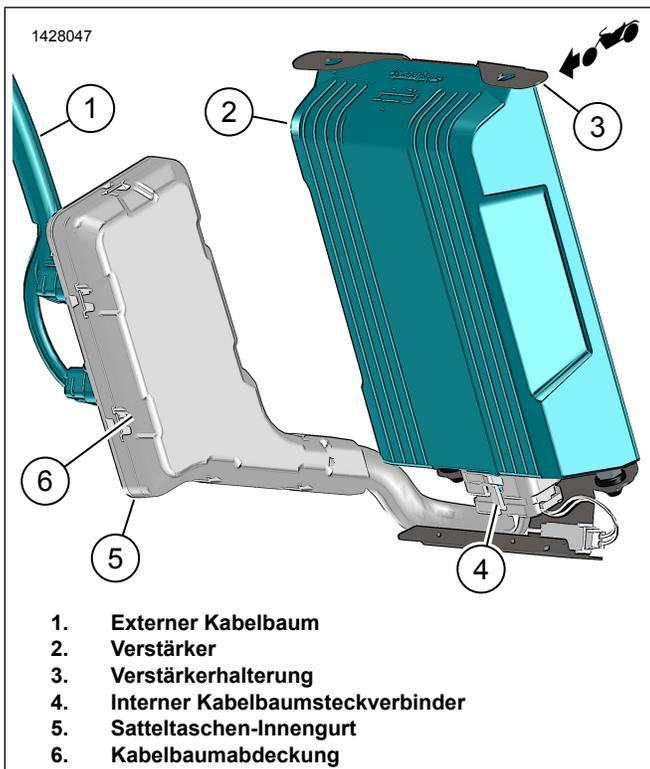
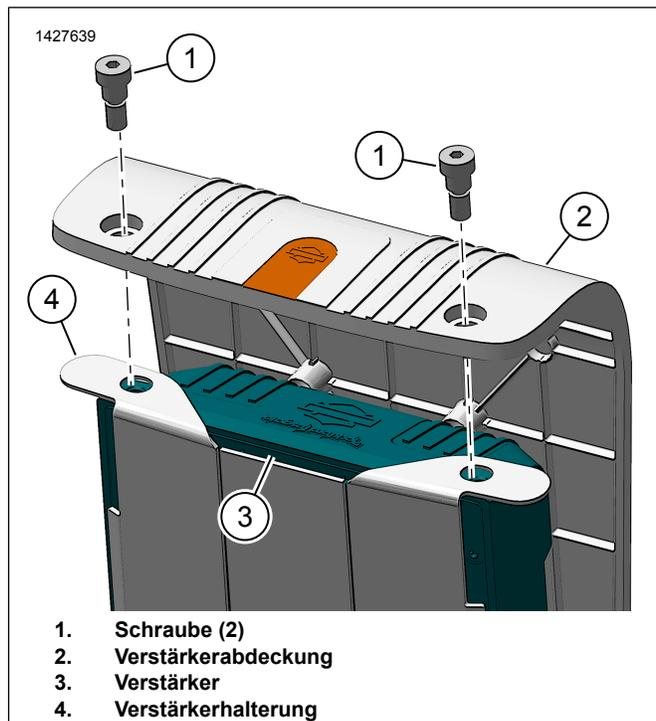

Abbildung 7. Linke Satteltasche Verstärker Montage
Abbildung 9. Verstärkerabdeckung
6. Siehe Abbildung 7. Den internen Kabelbaum-Steckverbinder (4) am Verstärker (2) anschließen.
7. Den Verstärker (2) in Verstärker-Befestigungshalterung (3) einbauen.
8. Siehe Abbildung 9. Die Verstärkerabdeckung (2) anbringen.
9. Die Schrauben (1) anbringen. Festziehen.
10. Siehe Abbildung 7. Die Kabelbaumabdeckung (6) einbauen.
Siehe Abbildung 7. Sicherstellen, dass die Kabelbaum-bündel ohne Klemmen oder Knicken in den Bereich unter dem Verstärker verlegt wird. Das Bündel sollte die Kabelbaumabdeckung (6) nicht vom internen Kabelbaum (5) wegziehen.